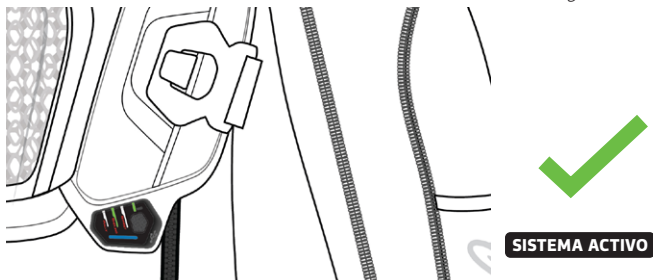

Figura 10: Sistema activo y funcionando correctamente
2) Después de la fase de Comprobación del LED, el Sistema se activará automáticamente y el LED de Estado (4c) se volverá AZUL SOLIDO (Figura 10). En esta condición, el Usuario también puede comprobar el